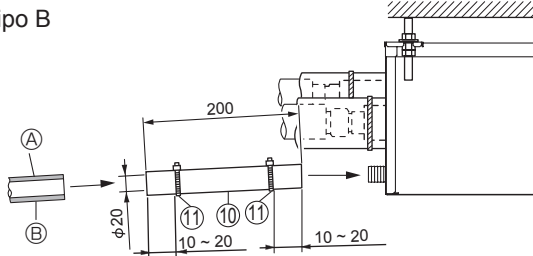

Fig. 8-1
- (1) Aplique adhesivo de PVC (adquirido localmente) a la conexión de drenaje de la caja de derivación y presione el tubo de drenaje ⑩ que se adjunta en la conexión hasta que llegue al tope. (Fig. 8-1)
- (2) Inserte un tubo en PVC duro (VP-16, adquirido localmente) en el tubo de drenaje ⑩ que se adjunta; péguelos y fíjelos. (Fig. 8-1)
- (3) Coloque la cinta ⑪ en el tubo de drenaje ⑩ que se adjunta. (Fig. 8-1)